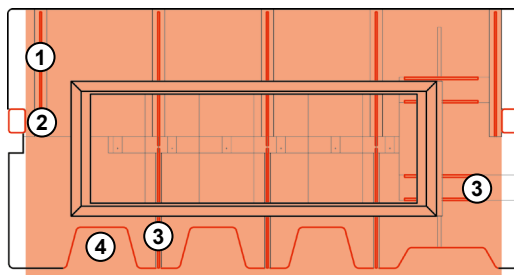
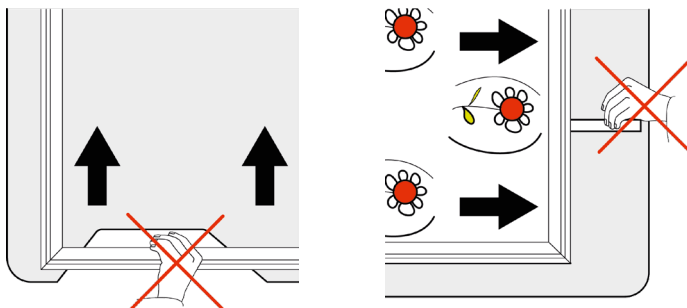

Figure 13: Zone de travail du pantographe
Figure 14: Endroits à risque d'écrasement sur le cadre du pantographe
- **Attention - Vitesse de déplacement élevée du pantographe ! Ne pas s'appuyer sur ou contre le plateau de table ou dans les encoches du plateau dans la zone de travail du pantographe (Figure 13) ! Les mouvements rapides du pantographe risquent de causer des contusions, des meurtrissures et des blessures par cisaillement en cas de contact ! Voir (Figure 14).**
Ne mettez pas les doigts sur les côtés intérieurs des montants (2), dans les encoches prévues dans le plateau de table (4) ou dans les fentes de guidage du pantographe (1), (3) vous risqueriez de vous blesser. Voir également (Figure 14).